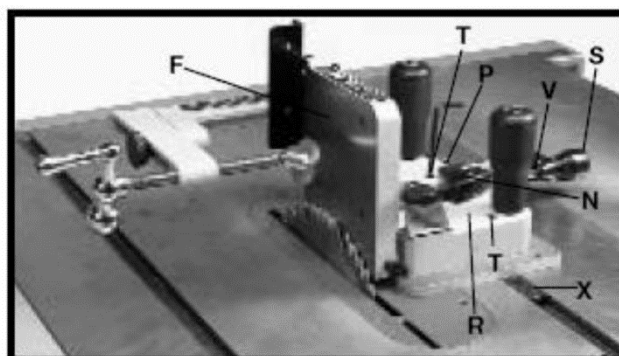

Рисунок 17
6. Ослабьте рукоятку (N), нажмите кнопку быстрого расщепления (P), Рис. 17, и сдвиньте устройство (R) до совмещения вертикального упора (F) с диском пилы. Затяните рукоятку (N).
7. Убедитесь в том, что вертикальный упор (F), Рис. 17, расположен параллельно диску пилы.
8. Если требуется регулировка, ослабьте рукоятку (N), Рис. 17, нажмите кнопку быстрого расщепления (P) и сдвиньте шипорезное устройство до совмещения отверстий (T) с направляющей планкой (X). Таким образом, станут доступными установочные винты. Ослабьте два установочных винта внутри отверстий (T) и установите шипорезное устройство (R) так, чтобы вертикальный упор (F) был расположен параллельно диску пилы. Затяните установочные винты в отверстиях (T).
9. Сдвиньте устройство (R), Рис. 17, от диска пилы на 3 мм так, чтобы вертикальный упор (F) не касался пильного диска. Затяните рукоятку (N).